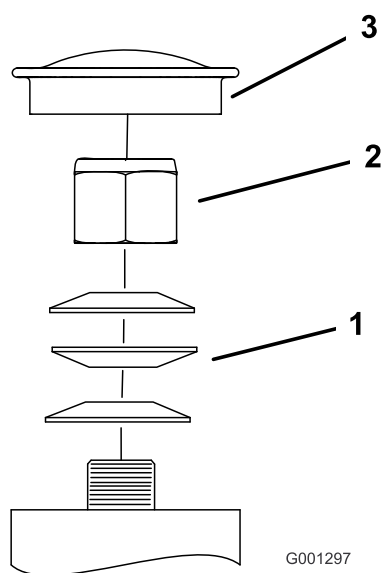

Figure 60
3. Retirez le capuchon antipoussière de la roue pivotante et serrez le contre-écrou (Figure 60).
4. Continuez de serrer le contre-écrou jusqu'à ce que les rondelles élastiques soient aplaties, puis desserrez-le de 1/4 de tour pour obtenir la précharge correcte des roulements (Figure 60).
Important: Veillez à placer les rondelles comme illustré (Figure 60).
5. Remettez le capuchon antipoussière en place (Figure 60).